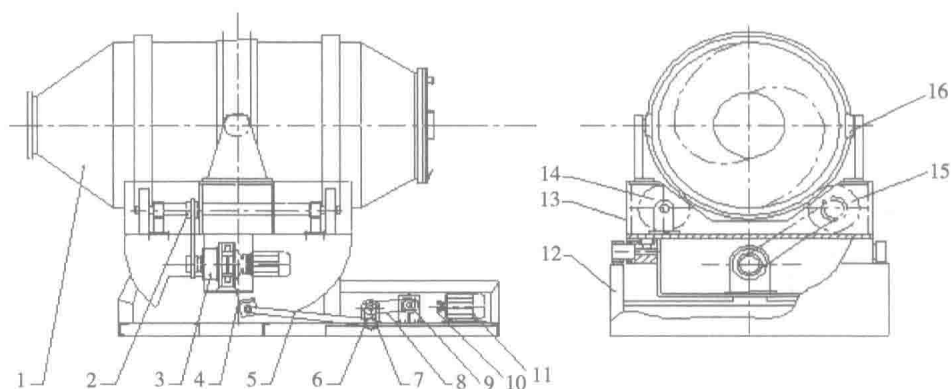

图 1-6 二维运动混合机
(5) 二维运动混合机。由转筒、上机架、下机架、转动机构、摆动机构和电气装置等组成。如图 1-6 所示。